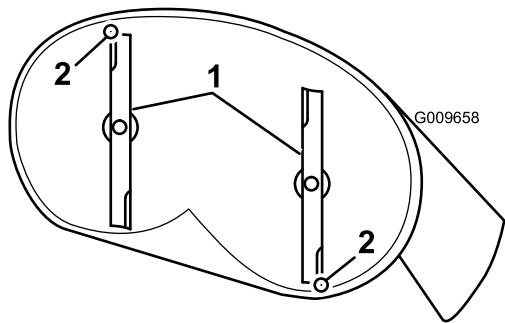
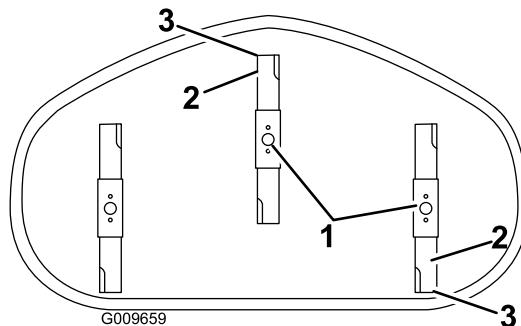

Figura 53
Figura 54
4. Gire cuidadosamente las cuchillas colocándolas en el sentido de avance de la máquina (Figura 53 y Figura 54).
3. Mida entre la punta de la cuchilla delantera y la superficie plana y entre la punta de la cuchilla trasera y la superficie plana. (Figura 53 y Figura 54).
Nota: Siga ajustando la tuerca hasta que la punta de la cuchilla delantera esté entre 1.6 y 7.9 mm (1/16–5/16 pulgada) más baja que la punta de la cuchilla trasera (Figura 53 y Figura 54).